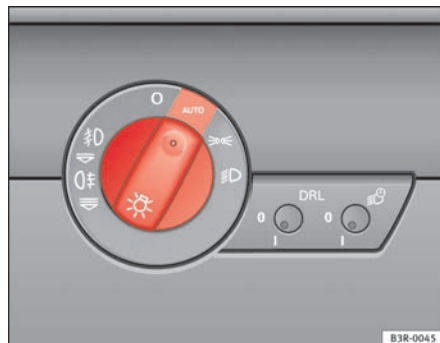

Fig. 84 Detalle del tablero de instrumentos: Conmutador de las luces
- Gire el interruptor de las luces ⇒ fig. 84 hasta la posición **AUTO**.